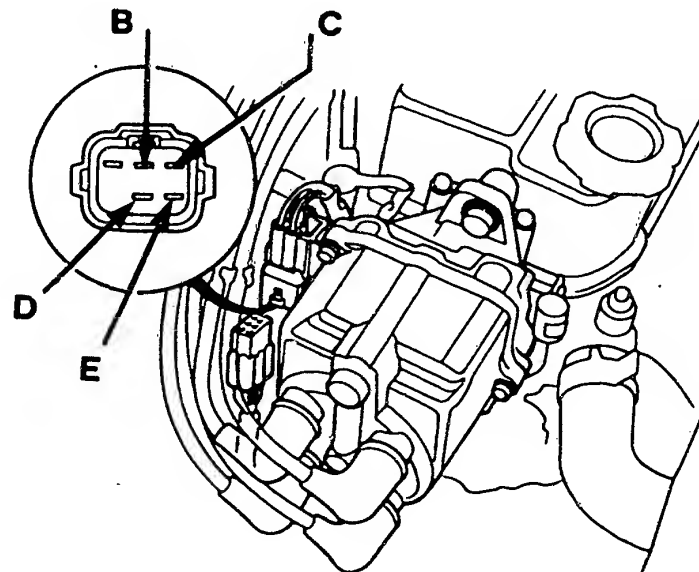
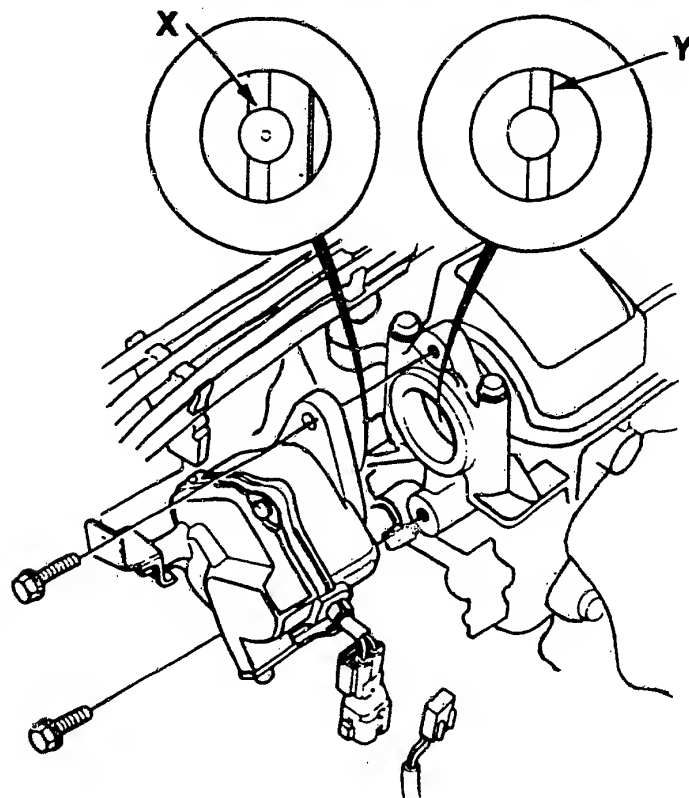

Bild 31 Die im Zündverteiler integrierten OT- und Kurbelwinkelsensoren können am abgezogenen Stecker ausgemessen werden (siehe Text).
Bild 37 Der Kurbelwinkel- und OT-Geber des DOHC-Motors. X=Mitnehmer Y=Nute.
- Der Widerstand zwischen den Klemmen D und E (Bild 31) soll 350–550Ω betragen. Andernfalls ist der Zündverteiler auszutauschen.
- ein Kurbelwinkelsensor (Bild 37) steuert beim DOHC-Motor die Funktionen des früheren elektronischen Zündverteilers.
Der 1.6l SOHC-Motor hat den gleichen Zündverteiler mit integrierten TDC- und CYL-Sensor wie der 1.5l-Motor (Bild 31/32). Bei den DOHC-Motoren ist der Kurbelwinkelsensor vom Zündverteiler getrennt (Bild 37). Seine Aufgabe, das Steuergerät über die Kolben- oder Kurbelstellung und die OT-Lage zu informieren, ist aber die gleiche wie beim früheren Zündverteiler.